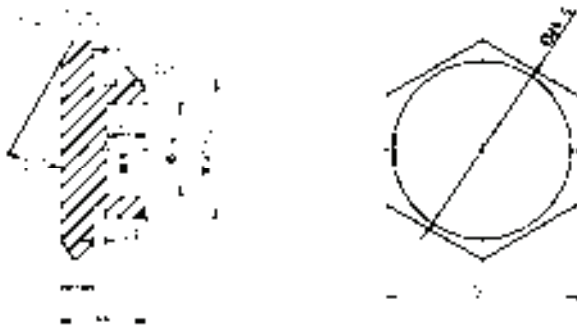

图 6-76 标注底座尺寸
本实例的绘制思路:首先标注一般尺寸,然后再标注倒角尺寸,最后标注几何公差,结果如图 6-76 所示。
9) 绘制基准符号。利用“直线”“矩形”和“多行文字”等命令绘制基准符号。最终结果如图 6-76 所示。